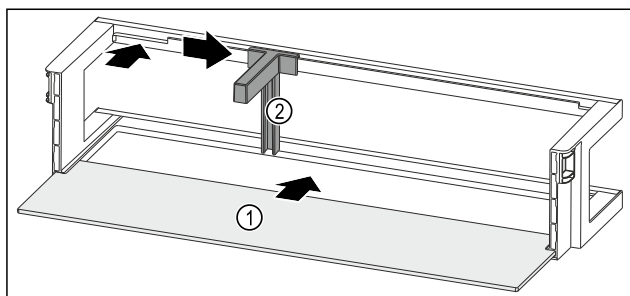

Fig. 99 Dveřní přihrádka s odkládací plochou
- Odkládací plochu Fig. 99 (1) zasuněte do bočních vybrání.
- Držák lahví Fig. 99 (2) vložte do vybrání.
- Držák lahví Fig. 99 (2) posuňte na stranu do požadované polohy.